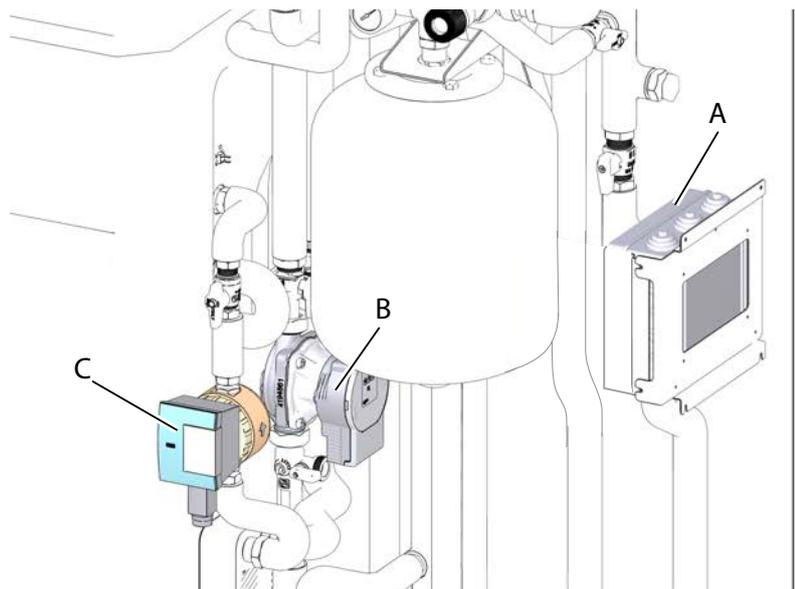

fig. 92 -
- Collegare il cavo "CPS" al circolatore pannello solare (part. B "fig. 92 -"), il cavo "CBS" al circolatore bollitore ACS (part. C "fig. 92 -") e quindi ai morsetti della scatola elettrica come indicato nello schema elettrico (fig. "fig. 91 -" a pagina 43).